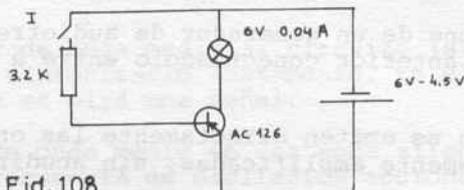

Fig.108
- Montar el circuito siguiente (fig.108)